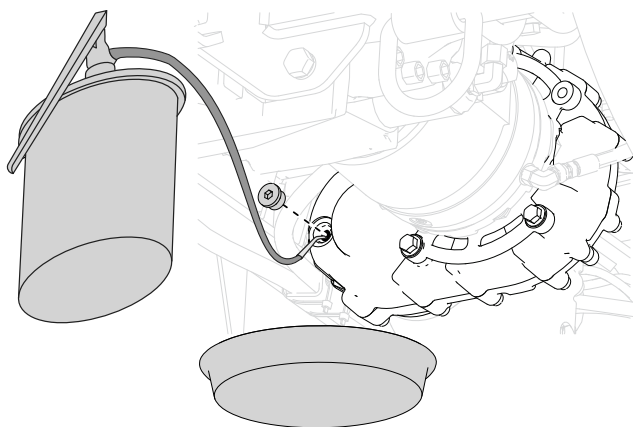

Figura 116
6. Llene la caja de engranajes con 0.34 litros (11.5 onzas fluidas) del aceite especificado a través de la mirilla (Figura 116).